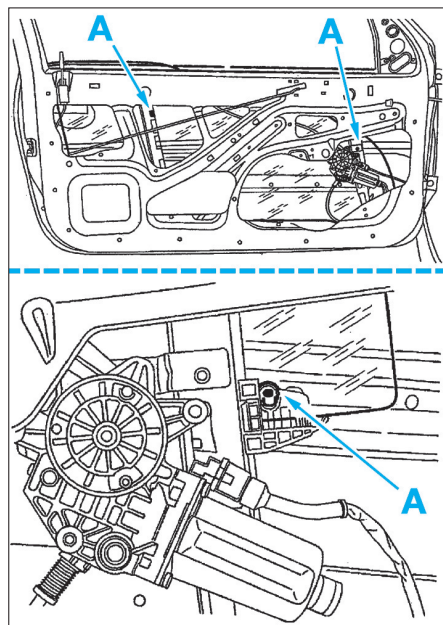
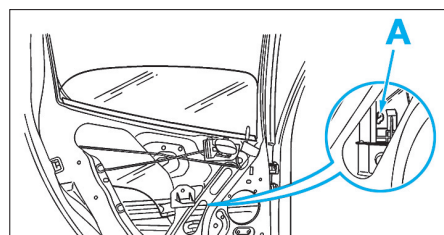

Fig. 32
Fig. 33
- Dégager la vitre du mécanisme de lève-vitre en poussant en (A) (Fig.32) et (Fig.33) à l'aide d'un tournevis plat.